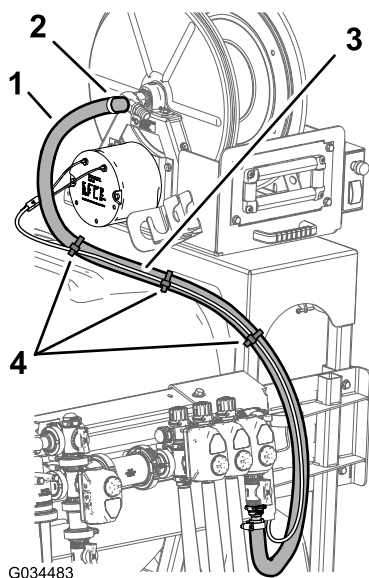

Figure 39
5. Branchez le flexible (180 cm) au raccord cannelé sur le dévidoir et fixez le flexible au raccord à l'aide d'un collier, comme montré à la Figure 39.
6. Fixez le faisceau de câblage du kit dévidoir pivotant au flexible d'alimentation du dévidoir à l'aide de 3 serre-câbles (Figure 39).